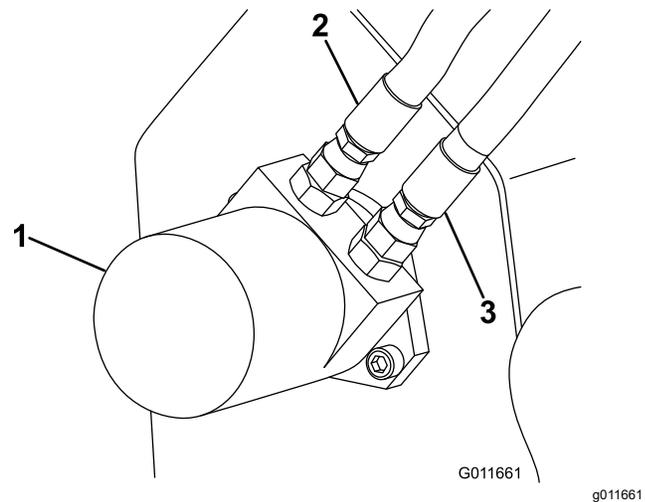

Bild 12
9. Schließen Sie die Hydraulikschläuche vom Hydraulikmotor am Grabenfräsen ab (**Bild 12**).
3. Schließen Sie die Hydraulikschläuche vom Hydraulikmotor am Grabenfräsen ab (Bild 12).